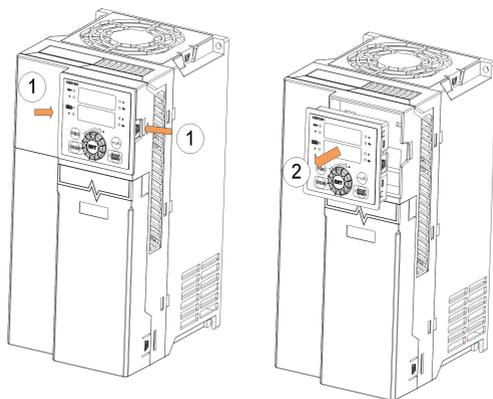

图 2-5 键盘的拆卸
拆卸键盘，如下图 2-5：先由方向 ① 按压键盘弹性卡扣，然后方向 ② 抬起键盘。